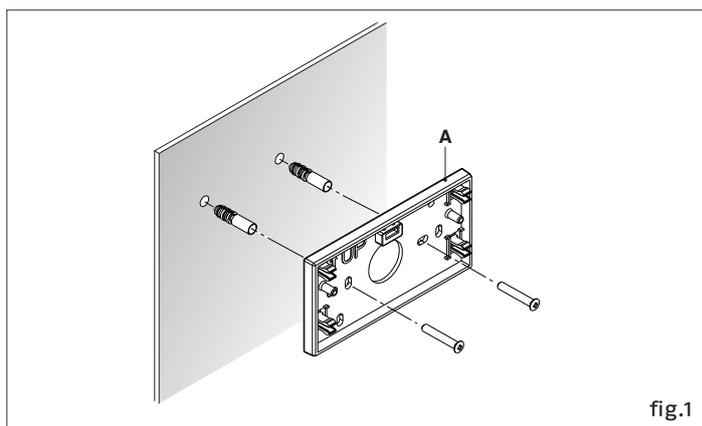

fig.1
- fissare lo zoccolo (A) alla parete con tasselli e viti forniti a corredo (fig. 1)